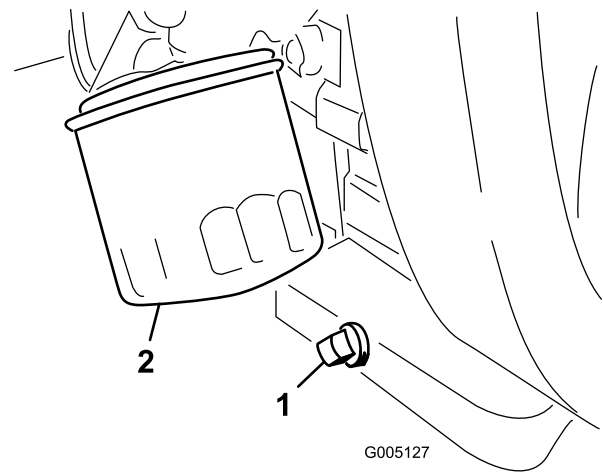

Bild 43
2. Entfernen Sie den ÖlfILTER (Bild 43). Ölen Sie die neue Dichtung am ÖlfILTER leicht mit frischem Öl ein.
1. Entfernen Sie die Ablassschraube (Bild 43) und lassen das Öl in ein Auffanggefäß ab. Schrauben Sie die Ablassschraube wieder ein, nachdem das Öl abgelaufen ist.